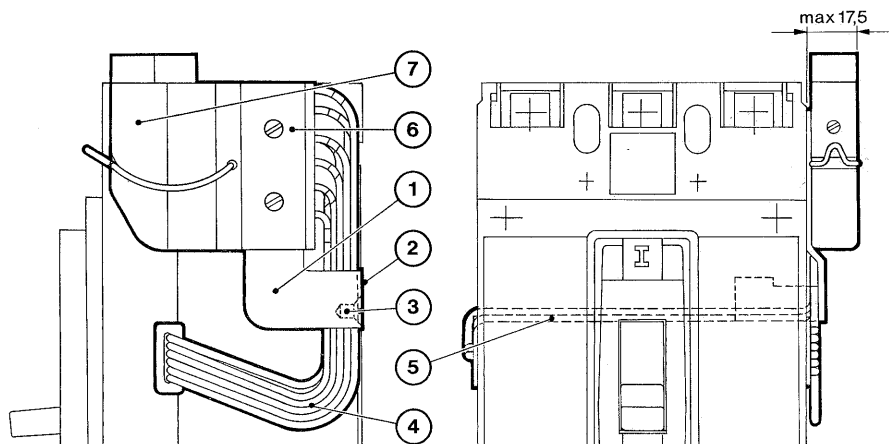

Fig. 31
8.11.1. Spina e presa fissa sull'interruttore (fig. 31)
Fig. 31 a